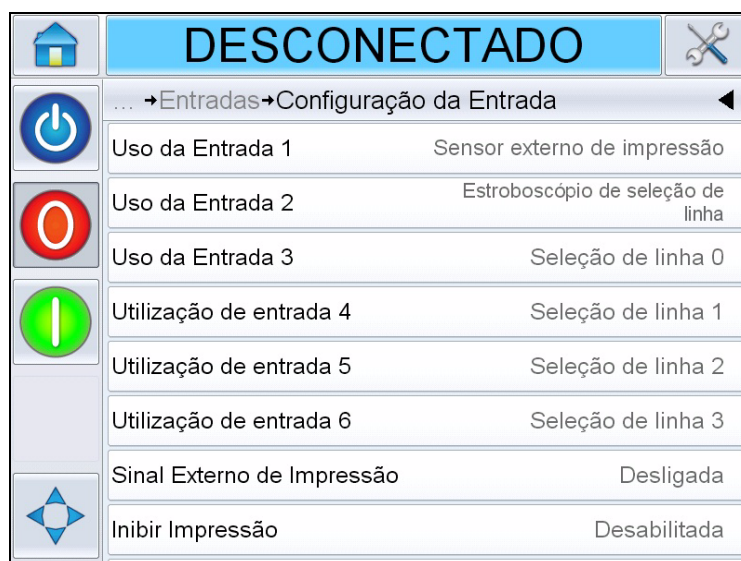

Figura 4-10: Tela de configuração da entrada
- Configuração da entrada: Exibe o uso de entradas 1 a 6 e o status de entradas 0 a 3, sinais de impressão, fila de trabalhos e etc. (consulte Figura 4-10).